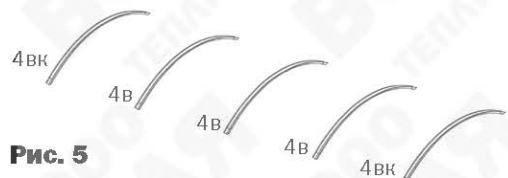

Рис. 5
2. Выполняйте сборку в соответствии с фотографиями этапов сборки и узлов, представленными на **рис. 5...12**. На рисунках показана сборка теплицы длиной 4 м. Необходимая длина теплицы достигается путем добора соответствующих деталей из пакета(ов) «Вставка». Для соединения деталей используются винты М4х8.